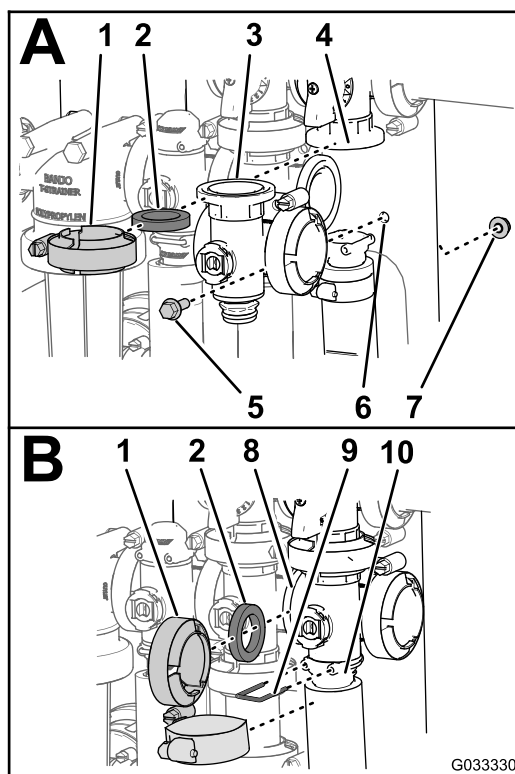

Figura 82
7. Sujete el conector de extremo al conector de salida insertando una horquilla de retención en el conector de salida (Figura 82, B).